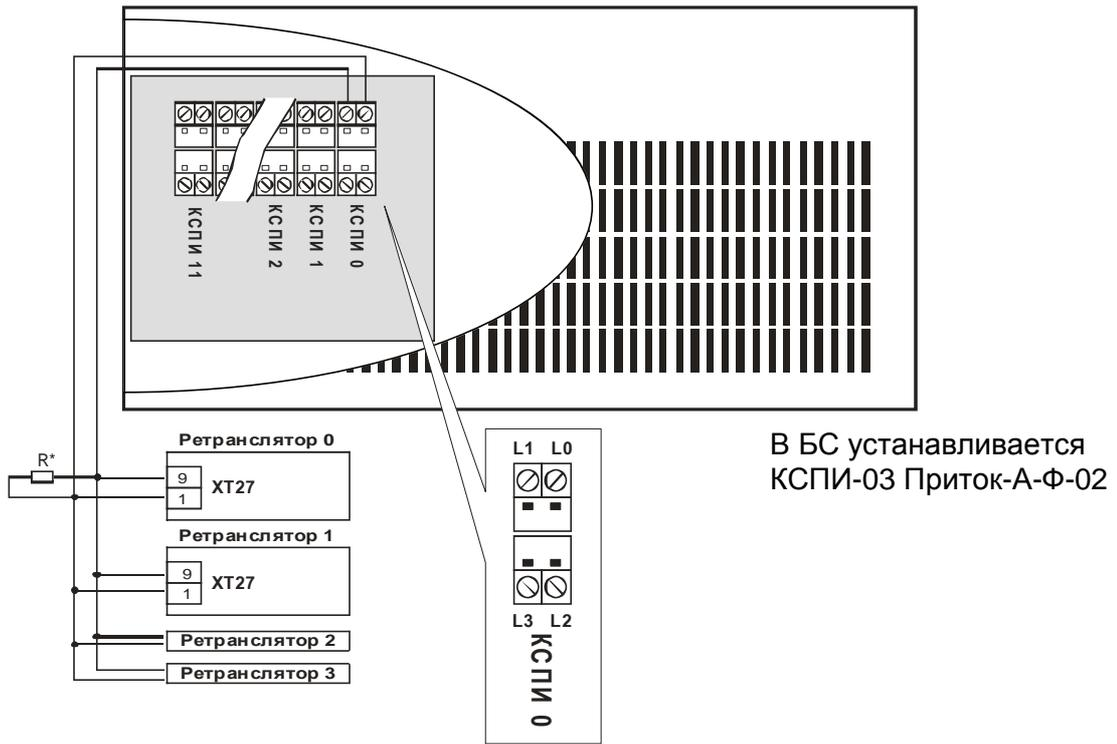

Рисунок 4.5 – Подключение ретрансляторов Приток –А-Ф к блоку сопряжения.
- рисунок 4.5 – Подключение ретрансляторов Приток –А-Ф;